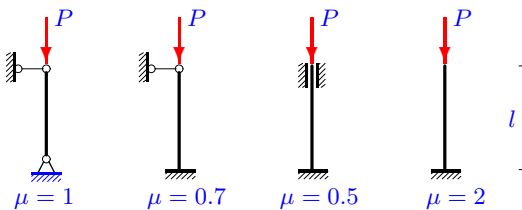

Рис. 286. Коэффициент приведения длины¹
5. Вычисляем гибкость λ стержня с учетом коэффициента μ приведения длины $\lambda = \mu l/i$. Для различных способов закрепления коэффициент μ указан на рис. 286.